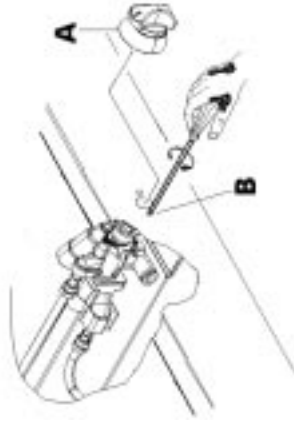

fig. 9
- togliere la manopola A (fig. 9);
- remove the knob A (fig. 9);
- ôter le bouton A (fig. 9);
- den Drehknopf A abnehmen (Abb. 9);
- sacar el mando A (fig. 9);
- Agire con cacciavite ad intaglio (fig. 9) sulla vite by-pass. È sufficiente svitare il by-pass per regolare il minimo passando dal gas liquido a gas metano.
- Use a flat blade screwdriver (fig. 9) to adjust the by-pass screw. Simply unscrew the by-pass to adjust the minimum setting when switching from liquid gas to methane.
- Utiliser un tournevis plat (fig. 9) sur la vis du by-pass. Il suffit de dévisser le by-pass pour régler le minimum en passant du gaz liquide au gaz méthane.
- Mit dem Schraubenzieher (Abb. 9) die By-pass-Schraube betätigen. Wenn von Flüssiggas auf Erdgas übergegangen wird, genügt es zur Regulierung des Minimums, die By-pass-Schraube loszuschrauben.
- Usar un destornillador entalle (fig. 9) en los tornillos by-pas. Es suficiente destornillar el by-pas para regular el mínimo pasando del gas líquido al gas metano.